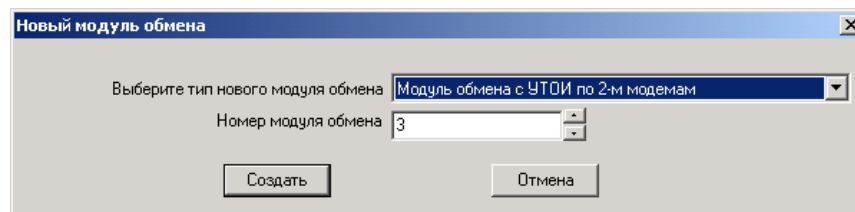

Рисунок 2
3.1.4 Создать необходимое количество модулей обмена для требуемого типа ретранслятора (рисунок 2), либо шлюза.